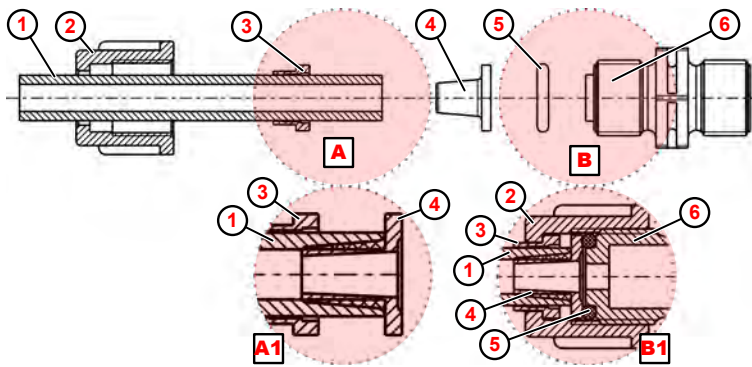

Afb. 17: Buis- en slangaansluiting met geïntegreerde steunhuls
1. ➤ O-ring (Afb. 17 , ⑥) in groef van zuig-, resp. drukklep ⑦ plaatsen.
2. ➤ Schroefverbinding ⑤ aandraaien (detail B1).
3. ➤ Slang ① recht afsnijden.
4. ➤ Wartelmoer ② over slang ① schuiven.
5. ➤ Klemring ③ over slang ① schuiven.
6. ➤ Slang ① tot aan de aanslag op steunhuls ④ schuiven (detail: A1).
7. ➤ Schroefverbinding ⑤ aandraaien (detail A2).